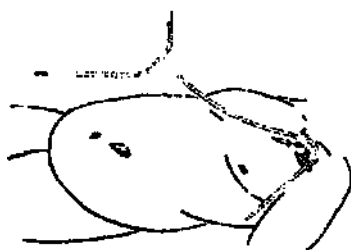

Рисунок 14
12. Протягивайте туннельный проводник и катетер через подкожный канал до тех пор, пока верхняя граница внутренней дакроновой манжеты удлинительного катетера не остановится на уровне вторичного разреза (рисунок 14). Во избежание перегиба катетера следите за тем, чтобы рентгеноконтрастная